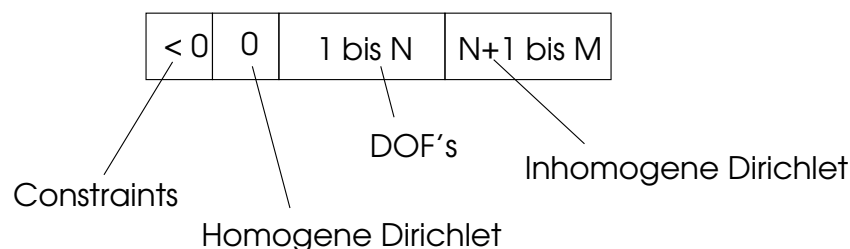

Abbildung 1: Gleichungsnummernbereiche in CFS++/OLAS
- In CFS++ wurden die für die Vergabe von Gleichungsnummern zuständigen Klassen (BaseEQN, NodeEQN, ScalarNodeEQN, ScalarBlockEQN und BlockNodeEQN) so umgeschrieben, daß die Nummernvergabe dem in Abbildung 1 dargestellten Muster folgt.